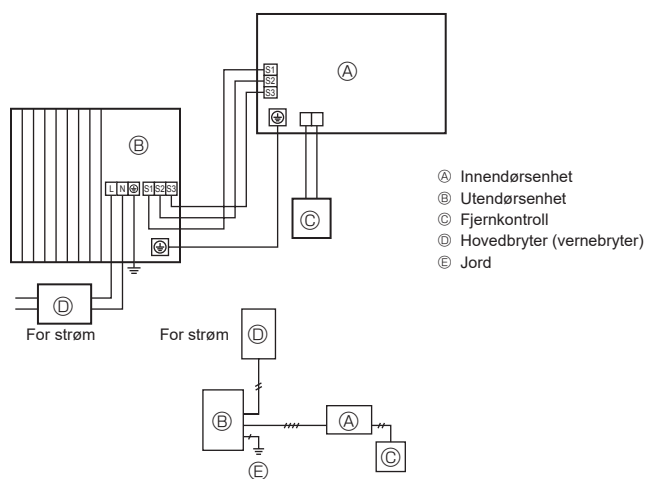

Fig. 6-1
### 6.1. Utendørsenhet (Fig. 6-1, Fig. 6-2)
- ① Fjern servicepanelet.
- ② Kople til kablene med henvisning til Fig. 6-1 og Fig. 6-2.